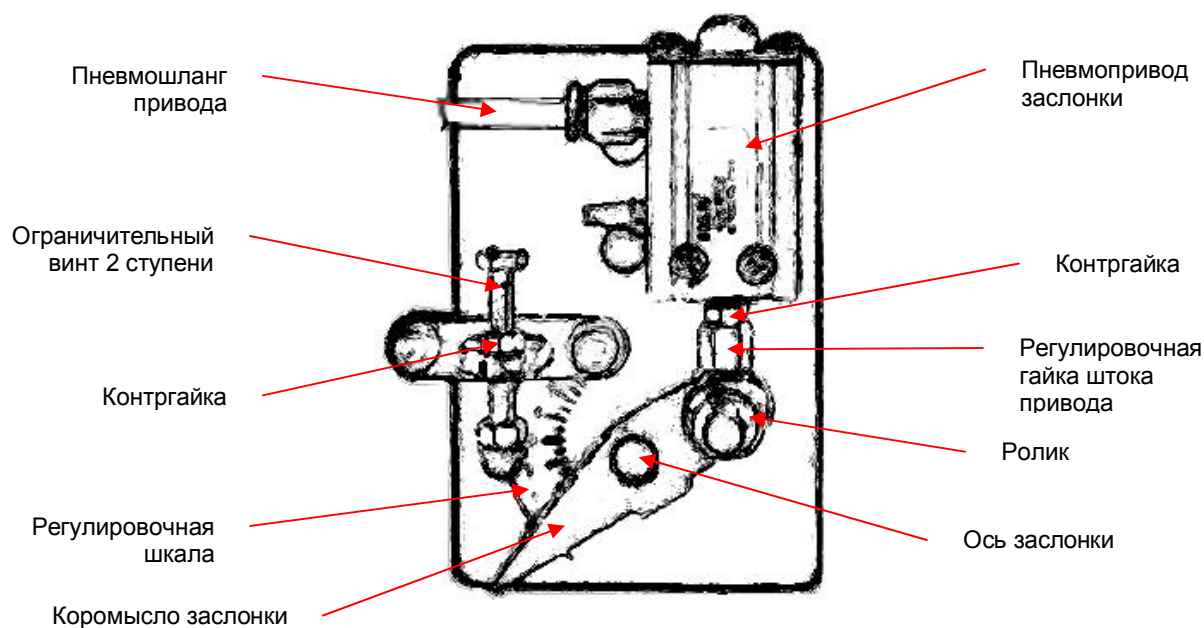

Рис. 7. Привод заслонки вторичного воздуха
- 1) Для регулировки положения заслонки при работе на 1-й ступени: ослабьте контргайку штока привода и вращайте регулировочную гайку штока привода (рис. 7), изменяя длину штока. Добейтесь количества  $\text{CO}_2$  в отработанных газах в пределах 10-11,5% по газоанализатору и затяните контргайку штока.
- 2) Для регулировки положения заслонки при работе на 2-й ступени: термостатом T2 или перемычкой выведите горелку на режим 2-й ступени. Ослабьте контргайку ограничительного винта 2 ступени (рис. 7) и вращайте его, изменяя положение заслонки. Добейтесь соломенного цвета пламени и количества  $\text{CO}_2$  в отработанных газах в пределах 10-11,5% по газоанализатору, после чего затяните контргайку ограничительного винта.